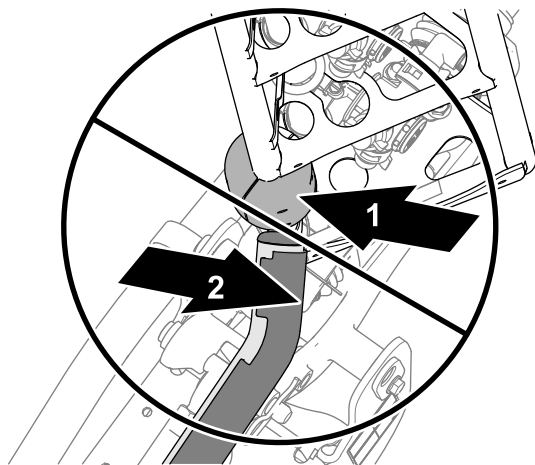
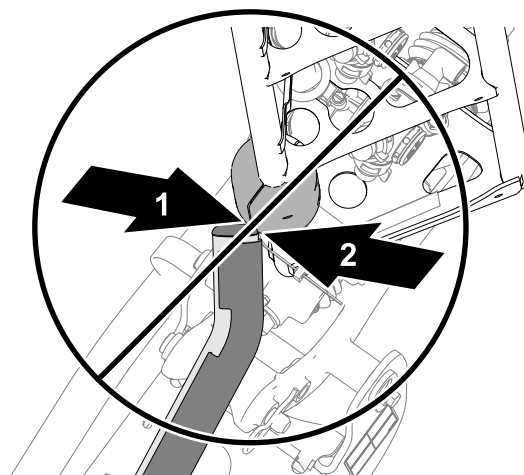
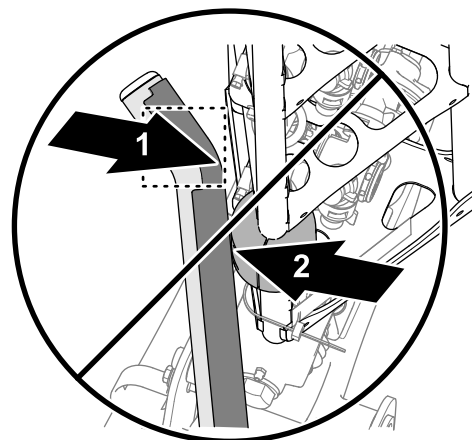

Рисунок 6
Рисунок 7
Рисунок 8
5. Если какая-либо верхняя труба опоры не выровнена относительно подвижного блока, как показано на Рисунок 6, Рисунок 7 или Рисунок 8, отрегулируйте положение опоры; см. раздел Выравнивание опор относительно наружных стрел \(страница 93\).